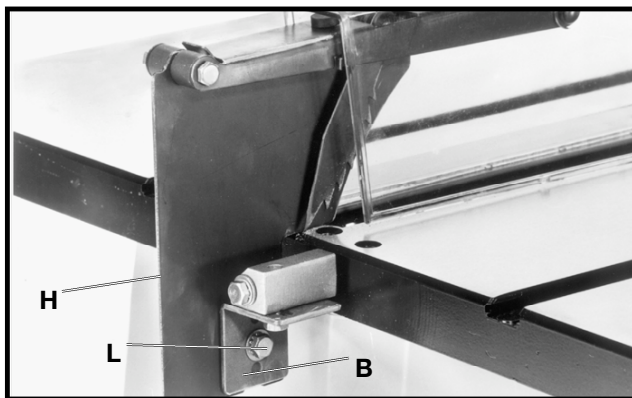

Fig. 14
7. Assembler le couteau séparateur (H) fig. 14, au support (B) comme indiqué à l'aide d'une vis à tête hexagonale M6x1x20 mm (L), d'une rondelle à denture extérieure de 6,4 mm (1/4 po) et une rondelle plate de 6,4 mm (1/4 po).